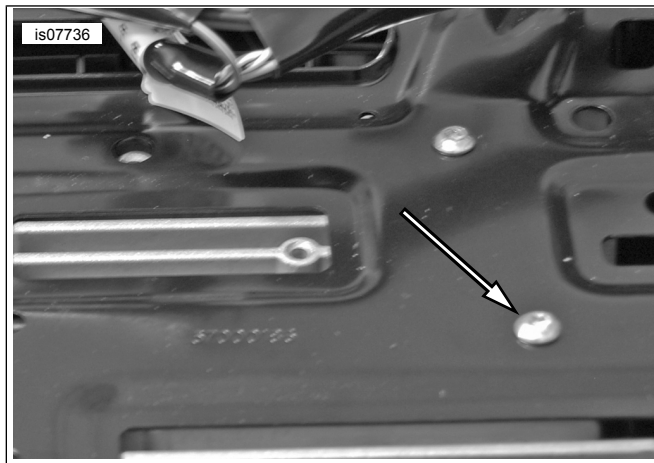

Рисунок 6. Винты опорного кронштейна радиоприемника
14. См. рис. 6. Снимите четыре винта, которые крепят опорный кронштейн радиоприемника к радиоприемнику. Сохраните винты для последующего использования.